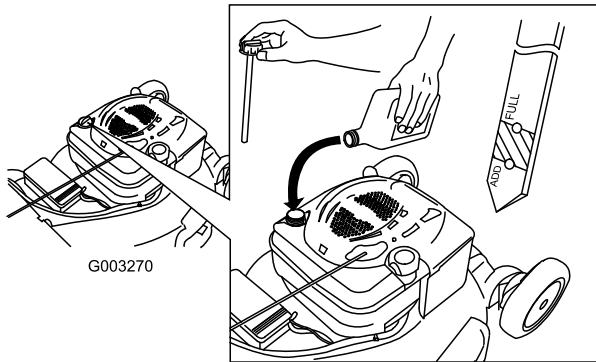

Bild 37
4. Füllen Sie das Öl **langsam** in den Einfüllstutzen ein, um den Ölstand auf die Marke Voll am Peilstab anzuheben. Bild 37 **Füllen Sie nicht zu viel ein.** (Max. Füllstand: 0,59 l des Typs: Waschaktives SAE 30-Öl mit der Klassifizierung SF, SG, SH, SJ, SL oder höher durch das American Petroleum Institute (API).)